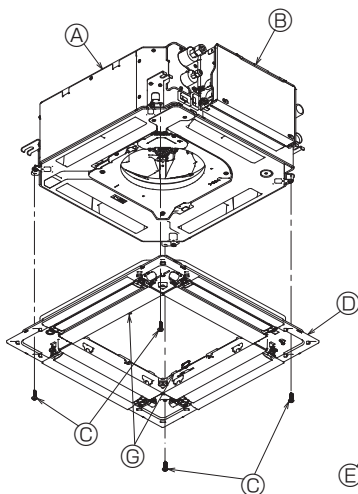

Fig. 10-6
- Skruva fast gallret med de fyra skruvarna. (Fig. 10-6)